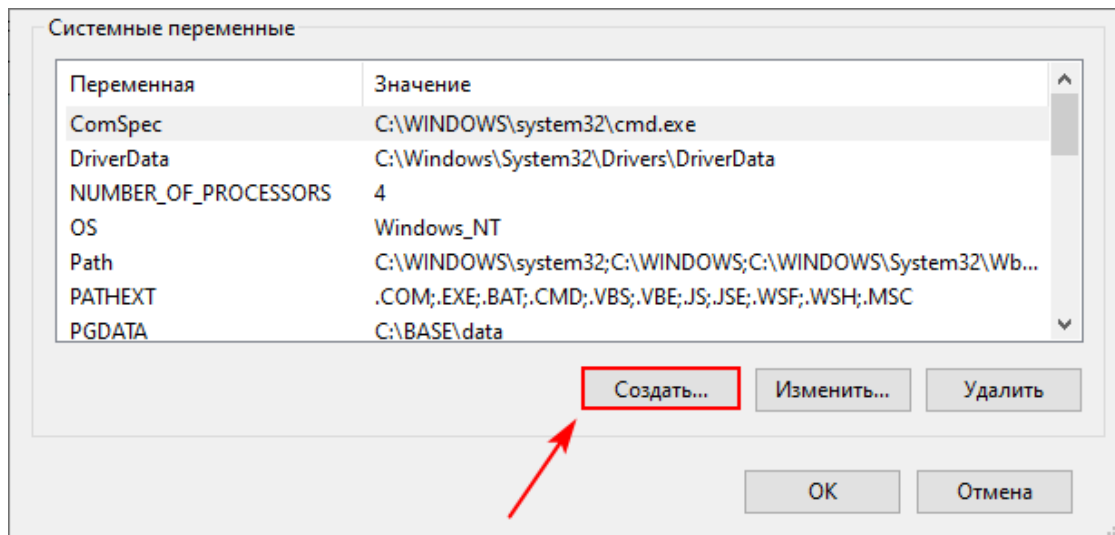

Рисунок 420 - Системные переменные
3. В области **Системные переменные** нажмите **Создать** (Рисунок 420).